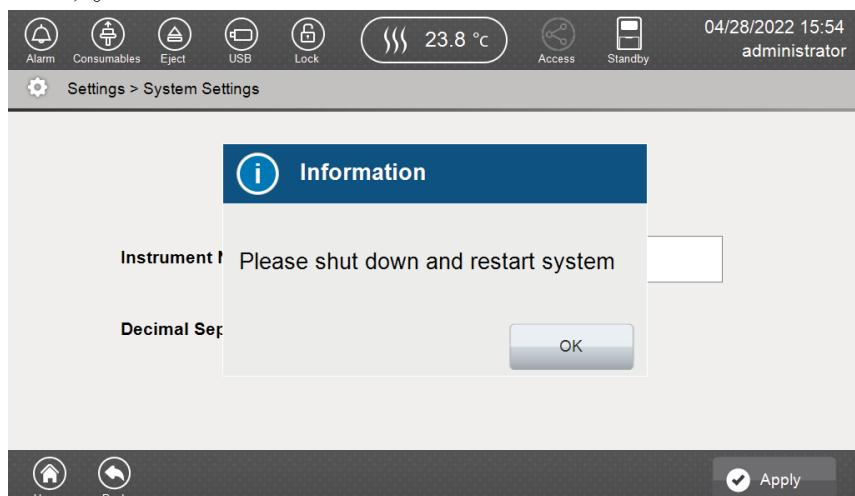

図 160 Information 画面
5. Information のメッセージに続いて Confirmation のメッセージが表示されるので、OK を選びます。（図 160）変更を有効にするためにシステムを再起動します。